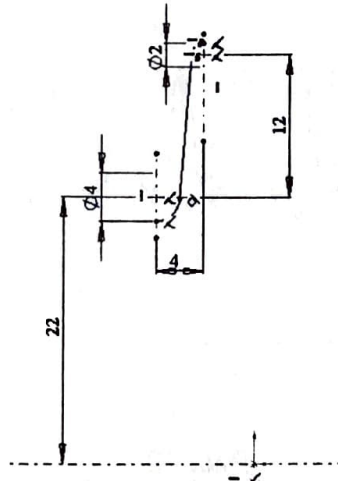

Рис. 19
8. Отсеките фрагмент, используя клавишу  для получения фигуры, указанной на рис. 19.